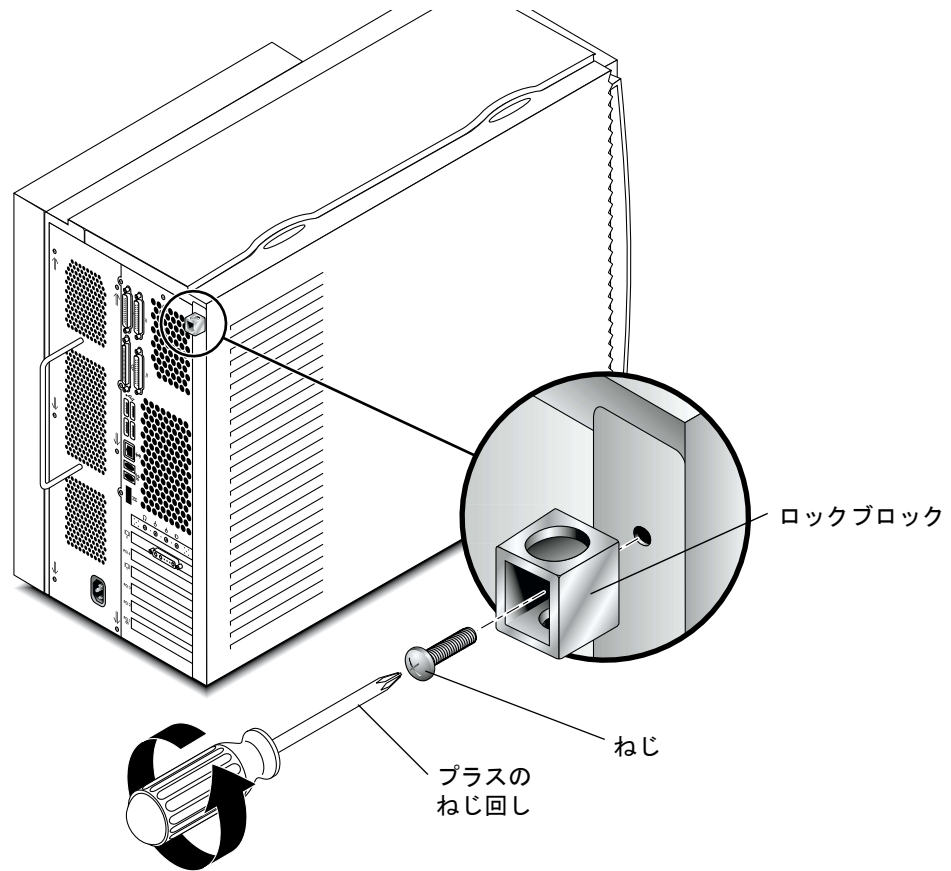

図 7 ロックブロックの取り外し
1. ロックブロックが取り付けられている場合は、これを取り外します (図 7 を参照)。
3. 必要に応じて、ワークステーションの背面パネル上にロックブロックを取り付けます (図 7 を参照)。